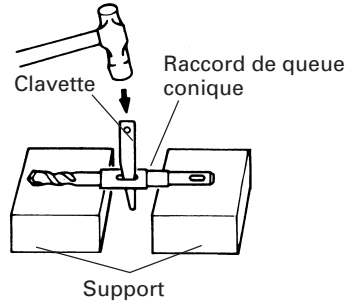

Fig. 14
- (4) Pour retirer la mèche (queue conique), introduire la clavette dans la fente du raccord de queue conique et frapper la tête de la clavette avec un marteau alors que le perceuse est placée sur le support. (Fig. 14)